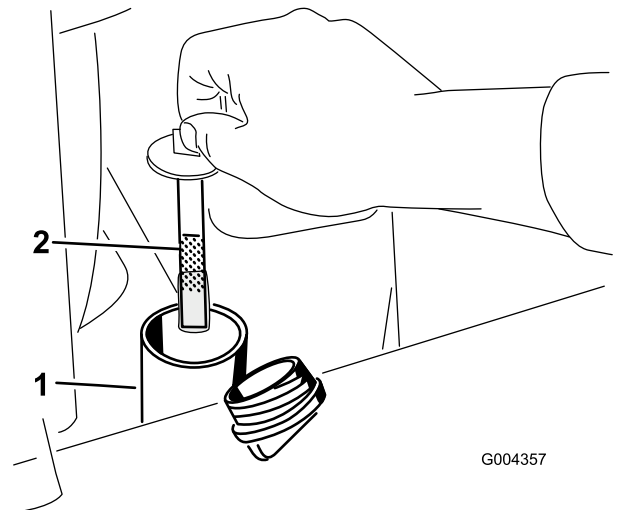

Bild 61
5. Entfernen Sie den Deckel des Hydraulikbehälters und den Peilstab (Bild 61).